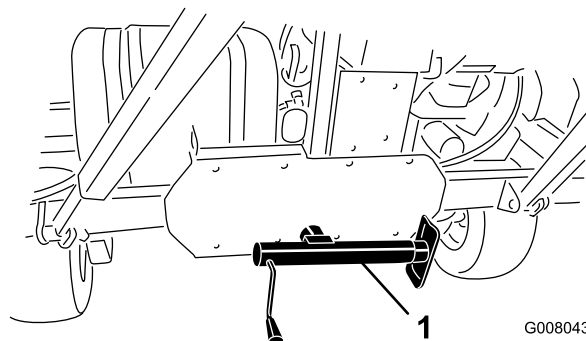

Figura 17
5. Baixe o macaco para o solo para estabilizar a máquina (Figura 17).